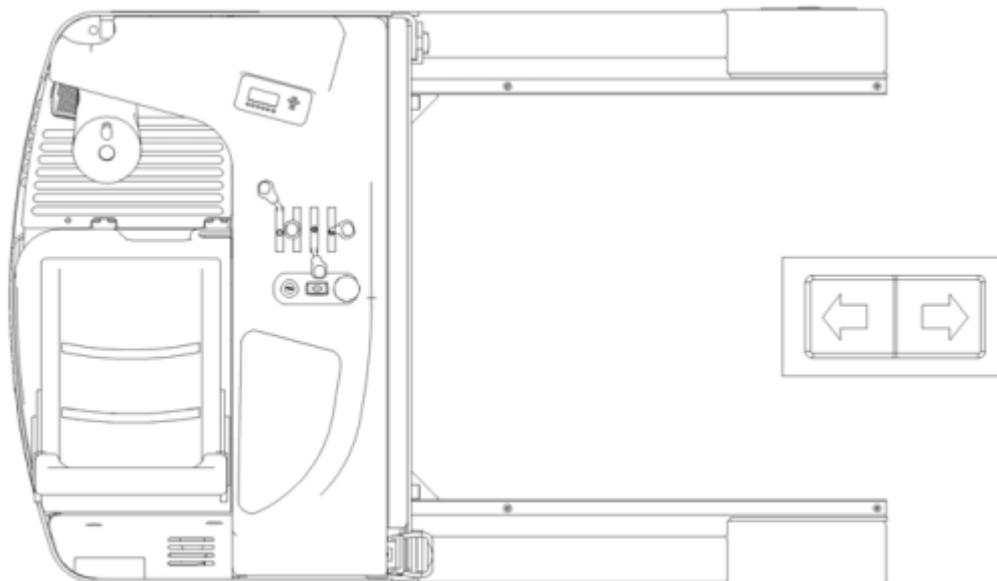

Рис. 10: Направления движения
После того, как ключ повернут в положение ON нажмите на педаль (4), положите руку на рычаги управления (Рис.10). При помощи переключателя выберите направление движения согласно стрелке (Рис. 10). Контролируйте скорость передвижения при помощи педали акселератора (2). При ослаблении нажатия на педаль скорость ричтрака уменьшится. Для быстрого торможения используйте педаль тормоза (3) или педаль стояночного тормоза (4). Когда ричтрак остановится, необходимо включить парковочный тормоз.